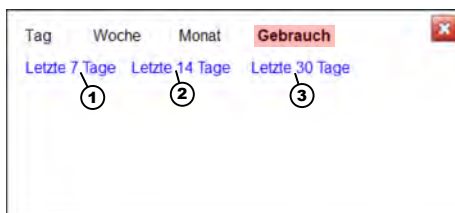

Abb. 20: [Eigener Zeitraum] / [Gebrauch]
3. ► Zwischen **[Letzte 7 Tage]** (Abb. 20, Pos. 1) und **[Letzte 14 Tage]** (Abb. 20, Pos. 2) und **[Letzte 30 Tage]** (Abb. 20, Pos. 3) wählen.